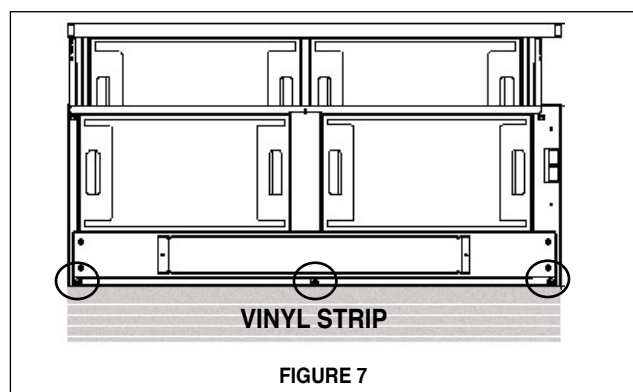

FIGURE 7
6. Une bande (**FIGURE 7**) est incorporée dans l'emballage afin de couvrir la partie inférieure à vis de l'armoire. La bande est fixée sur la partie inférieure en bas de la hotte par trois vis.